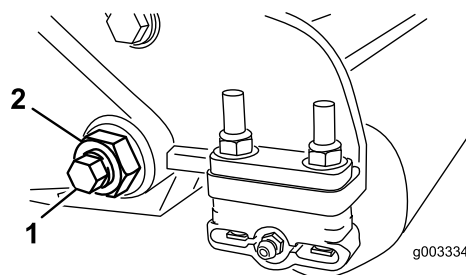

Bild 35
3. Lösen Sie an jeder Seite der Maschine die Sicherungsmutter, mit der die Schraube des Unterwasserträgers befestigt ist (Bild 35).
4. Nehmen Sie jede Schraube des Unterwasserträgers ab, damit der Unterwasserträger nach unten gezogen und von der Schneideinheit entfernt werden kann (Bild 35).